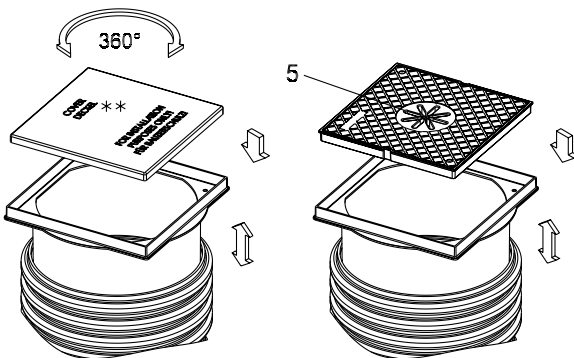

Abb. 5 Montage des Aufsatzstückes
1. Schieben Sie den weißen Bauzeitschutzdeckel aus Plastik in den Rahmen des Aufsatzstückes. Der Deckel ist nur begehbar. (siehe Abb. 5).